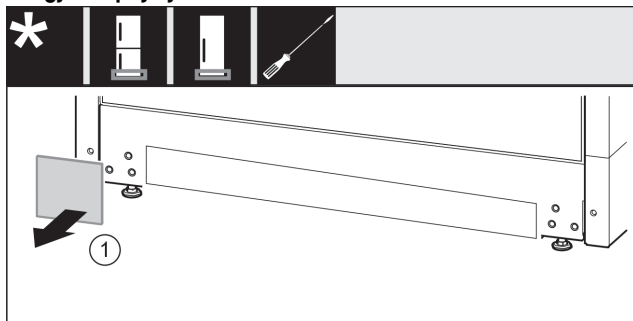

Fig. 13
- Hiqni kapakun mbulues. Fig. 13 (1)